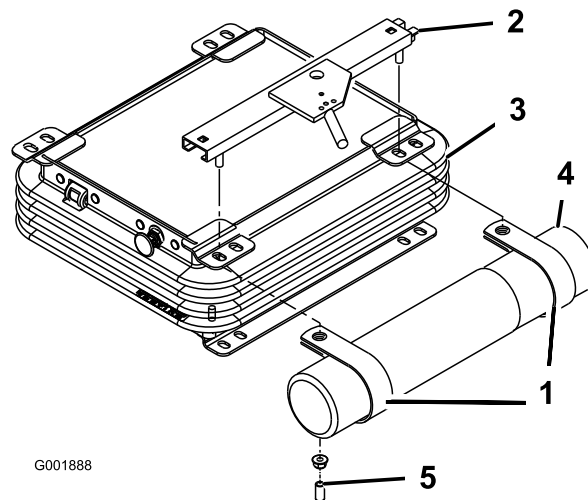

Figura 7
4. Instale o tubo manual nas braçadeiras R e aperte as porcas (Figura 7).
2. Remova as 2 porcas e as cunhas de vinil (se estiverem instaladas) que fixam o suporte superior do banco no lado esquerdo da suspensão do banco (Figura 7).
3. Monte, sem apertar, as braçadeiras R nos pernos do suporte do banco com as 2 porcas que retirou anteriormente. (Figura 7). As braçadeiras R são posicionadas debaixo das patilhas da suspensão do banco.